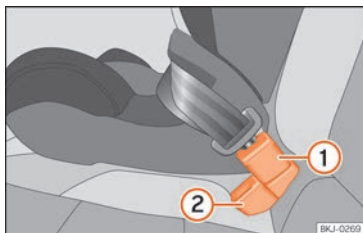

Fig. 28 Position de la boucle de la ceinture sur la banquette arrière
- Placez la boucle de la ceinture de la place centrale » » fig. 28 ① derrière la boucle de la ceinture de la place latérale » » fig. 28 ②.
- Enclenchez la languette de la ceinture de sécurité de la place centrale dans la boucle de la ceinture de la place centrale » » fig. 28 ① jusqu'à l'entendre s'enclencher.
- Pour que les ceintures soient correctement positionnées, les boucles ne doivent pas se tordre » » fig. 28.